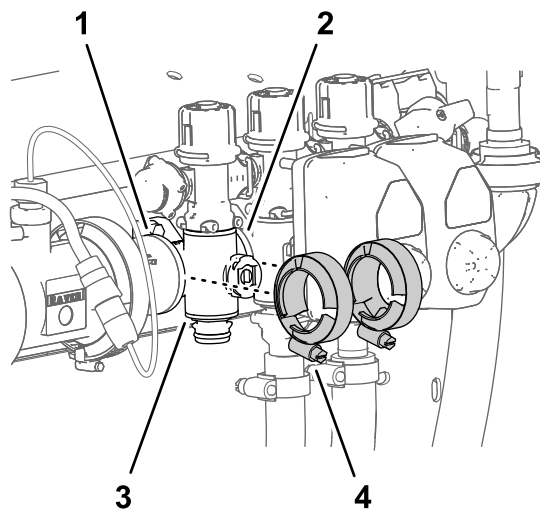

Figura 107
3. Rimuovete i 2 morsetti flangiati che fissano la valvola del collettore della sezione alle flange dei componenti vicini (Figura 107).